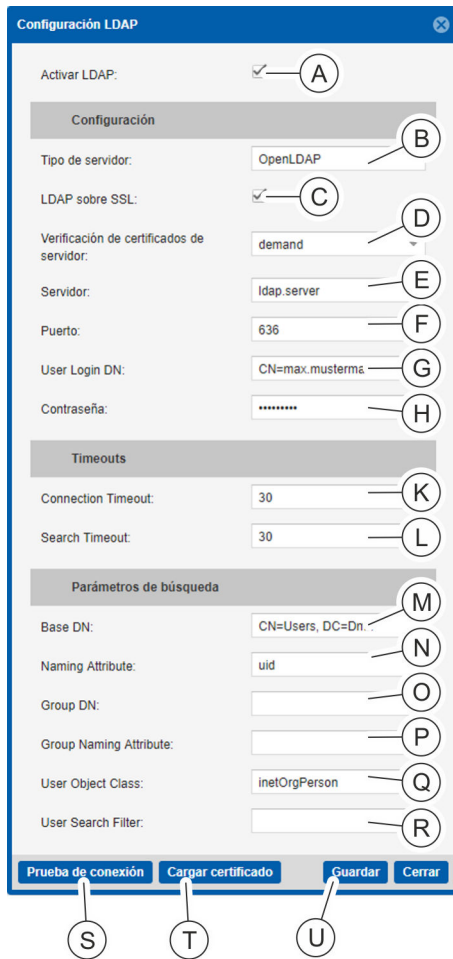

Fig. 148: Ventana "Configuración LDAP"
En la versión actual, los campos de entrada “Group DN” (Fig. 148/Ⓜ), “Group Naming Attribute” (Fig. 148/Ⓝ) y “User Search Filter” (Fig. 148/Ⓟ) no se pueden utilizar aún.
Si es necesario, también se puede cargar un certificado en la PDU en los ajustes de LDAP (Fig. 148/Ⓣ).
2. Haga clic en la casilla de verificación "Activar LDAP" (Fig. 148/A) para activar el servicio LDAP.
3. Seleccione el tipo de servicio de directorio utilizado en el menú de selección "Tipo de servidor" (Fig. 148/B).
4. Si es necesario, haga clic en la casilla de verificación "LDAP mediante SSL" para activar un LDAP seguro (Fig. 148/C).
5. Si es necesario, seleccione en el menú desplegable "Verificación de certificado de servidor" el nivel de verificación de certificado del servidor LDAP (Fig. 148/D).
6. Indique la dirección IPv4 o IPv6 o, como alternativa, el nombre de host del servidor del servicio de directorio (Fig. 148/E).
7. Introduzca el puerto para el servicio LDAP (el valor predeterminado es 389 para "LDAP" y 636 para "LDAP mediante SSL") (Fig. 148/F).
8. Para establecer la conexión con el servicio de directorio, introduzca el nombre de usuario (User Login DN) (Fig. 148/G) y la contraseña correspondiente (Fig. 148/H).
9. Para el establecimiento de conexión con el servicio de directorio, indique en caso necesario un valor de Timeout situado entre 1 y 60 segundos (por defecto, 30 segundos) (Fig. 148/I).
10. Para las búsquedas en el servicio de directorio, indique en caso necesario un valor de Timeout situado entre 1 y 500 segundos (por defecto, 30 segundos) (Fig. 148/J).
11. Para realizar una búsqueda en el servicio de directorio, indique el punto de partida (Base DN) (Fig. 148/K).
- 12.** ▶ En caso necesario, modifique el parámetro "Naming Attribute" (Fig. 148/Ⓐ). Si se selecciona un servidor del tipo "MS Active Directory", toma por defecto el valor "sAMAccountName" y, para "OpenLDAP", el valor "uid".
- 13.** ▶ En caso necesario, modifique el parámetro "User Object Class" (Fig. 148/Ⓑ). Si se selecciona un servidor del tipo "MS Active Directory", este toma por defecto el valor "user" y, para "OpenLDAP", el valor "inetOrgPerson".
- 14.** ▶ Compruebe la conexión al servicio de directorio con el botón "Prueba de conexión" (Fig. 148/Ⓒ).
- 15.** ▶ Confirme la introducción con el botón "Guardar" (Fig. 148/Ⓓ).